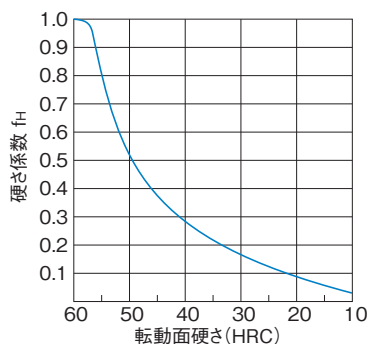

図2 硬さ係数( $f_H$ )
- C : 基本動定格荷重 (N)
- PC : 計算ラジアル荷重 (N)
- fH : 硬さ係数 (A5-6 図2参照)